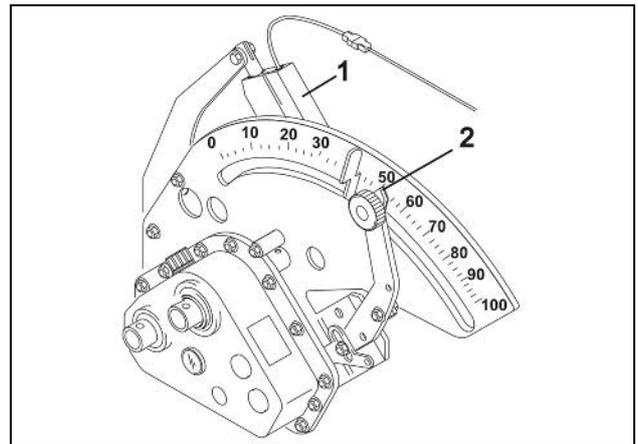

Fig. 22
- le levier de réglage de boîtier (Fig. 22/2) est réglé manuellement. Plus la valeur de l'échelle graduée est importante, plus le débit est élevé.
- le servomoteur (Fig. 22/1) règle le levier de réglage du boîtier (Fig. 22/2) (option).